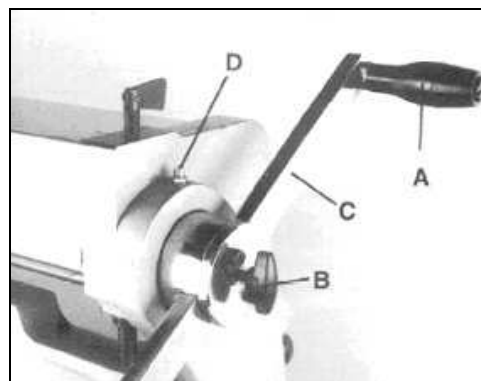

Рис.1
7. Снимите одну ручку (А, Рис.1) с блока рукоятки.
8. Ослабьте барашковый винт (В, Рис.1).
9. Вставьте стержень (С, Рис.1) во втулку и затяните крепление (Рис. 1) на месте.
10. Поставьте обратно ручку (В. Рис.1).
1. Смазывайте через ниппели наверху левой и правой сторон рамы при помощи шприца с консистентной смазкой раз в месяц (D, Рис.1).